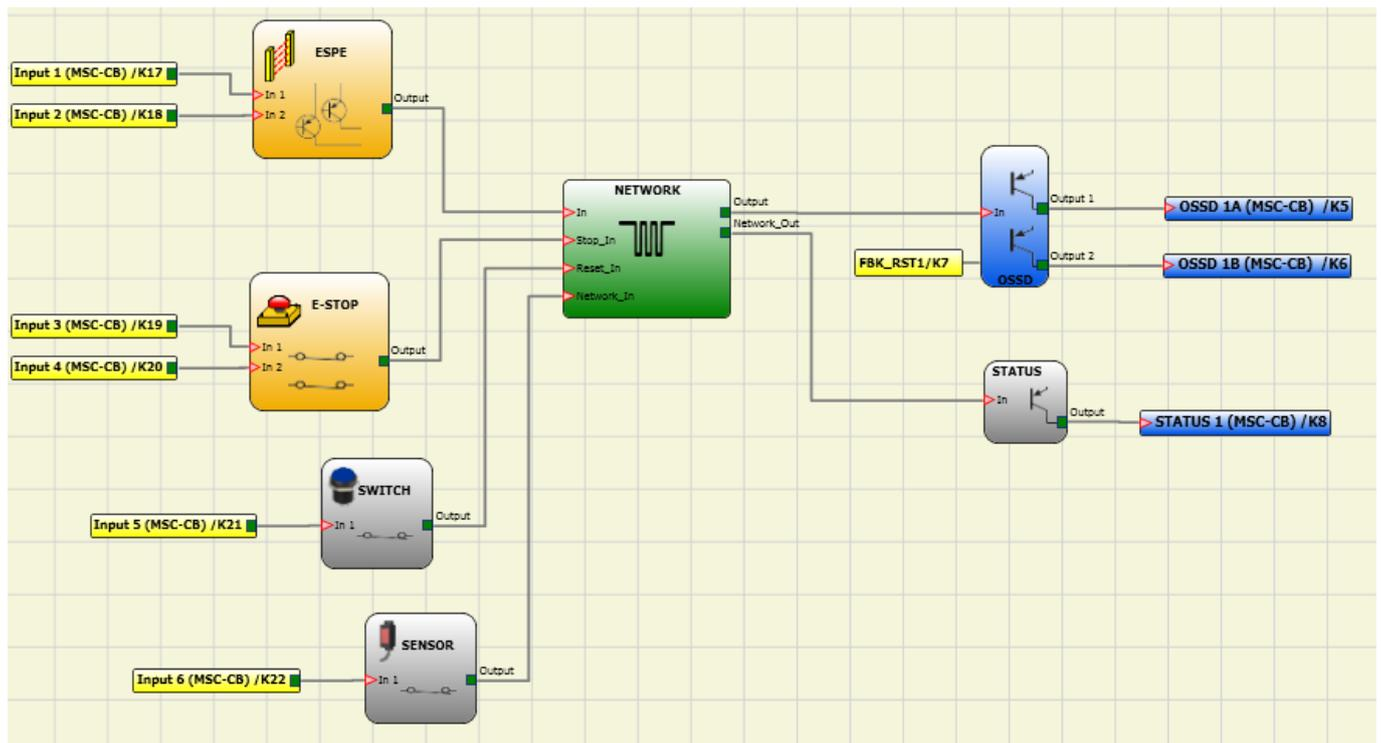
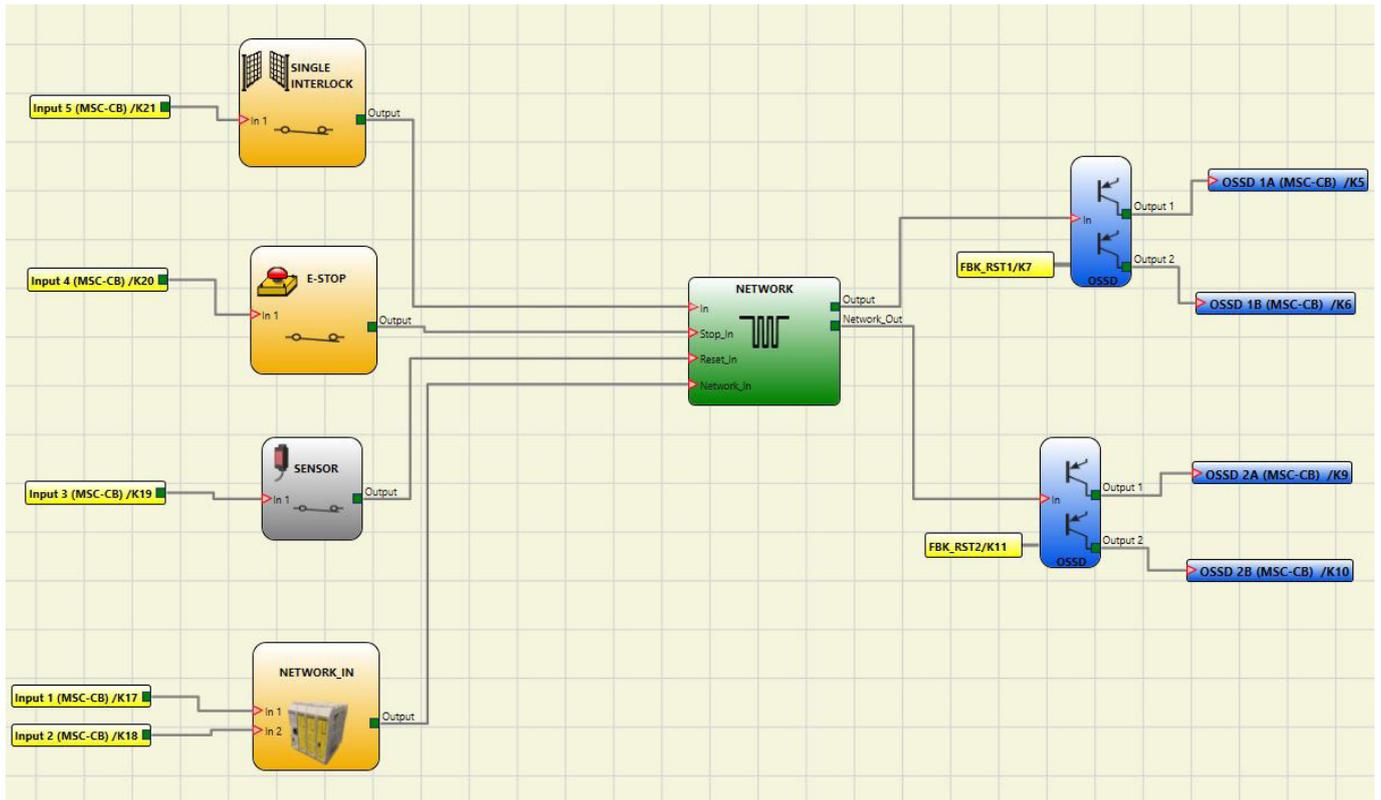

Fig. 261: Ejemplo de uso del bloque de función NETWORK (categoría 2)
Fig. 262: Ejemplo de uso del bloque de función NETWORK (categoría 4)
**Condición 3:** si la entrada IN del bloque de función NETWORK conmuta al estado “0” (FALSE) en uno de los cuatro nodos, véase la Fig. 261 y Fig. 262: